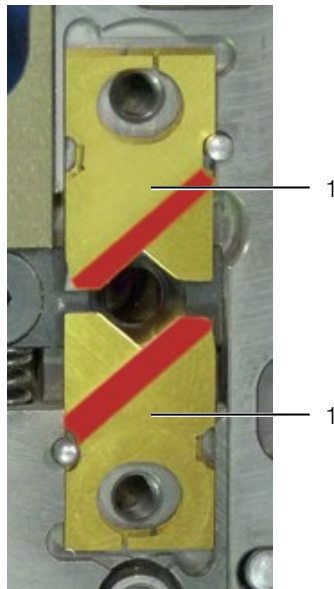

Fig. 26 : installer les lames
- Assembler chaque paire de lames de telle manière que les arêtes biseautées (marquées en rouge dans fig. 26) soient orientées vers l'extérieur.